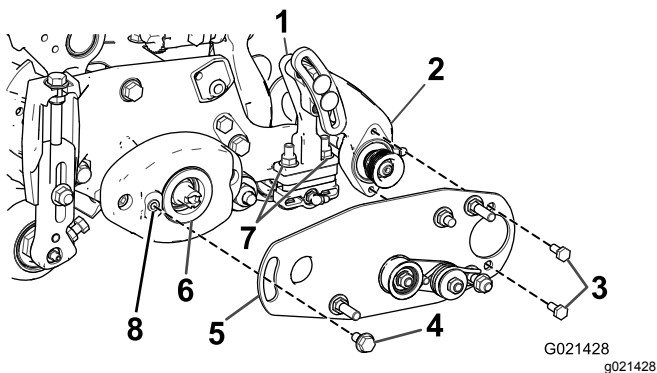
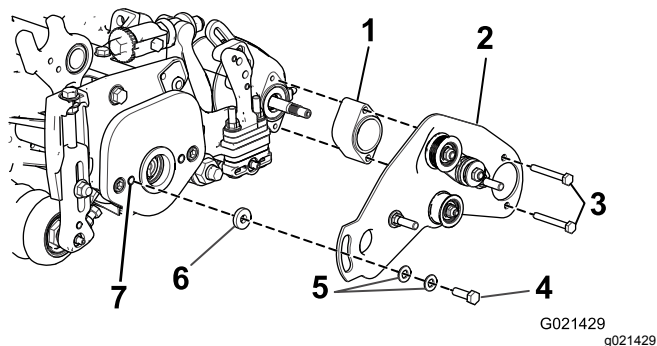

Figura 15
Figura 16
21. Applicate un velo di grasso sul diametro interno del gommino nell'alloggiamento del cuscinetto (Figura 15 e Figura 16).
22. Allentate senza rimuovere i bulloni che fissano l'alloggiamento del cuscinetto della spazzola per rullo alla staffa di montaggio della spazzola (Figura 15 e Figura 16).
23. **Solo sull'apparato di taglio da 56 cm**, fate scorrere il distanziale dell'albero della spazzola in posizione (Figura 16).
24. Montate la piastra orientabile della spazzola per rullo di sinistra o destra (Figura 15 e Figura 16).
Nota: Verificate che il gruppo puleggia tendicinghia sia installato in basso come mostrato in Figura 15 e Figura 16.
25. Applicate Loctite 242 (blu) sui 2 bulloni (5/16" x 5/8") e utilizzateli per montare la piastra della spazzola sull'alloggiamento del cuscinetto della spazzola per rullo (Figura 15 e Figura 16). Serrate i bulloni a 20–25 Nm.
- Allentate i due dadi di bloccaggio flangiati che fissano la staffa di montaggio della spazzola per rullo alla piastra laterale dell'apparato di taglio (Figura 15 e Figura 16).
- Girate l'alloggiamento del cuscinetto della spazzola per rullo fin quando la piastra della spazzola non risulta parallela alla piastra laterale dell'apparato di taglio (Figura 15 e Figura 16).
- Serrate i due dadi di bloccaggio flangiati che fissano la staffa di montaggio della spazzola per rullo alla piastra laterale dell'apparato di taglio (Figura 15 e Figura 16).
30. Utilizzate la punta 5/16-18 per pulire la filettatura prima di avvitare il bullone di spallamento nell'apparato di taglio (Figura 15 e Figura 16).
31. Applicate Loctite 242 (blu) sul bullone di spallamento (Figura 15 e Figura 16).
32. Con il bullone di spallamento, fissate la piastra della spazzola sull'alloggiamento della spazzola per rullo. (Figura 15 e Figura 16).